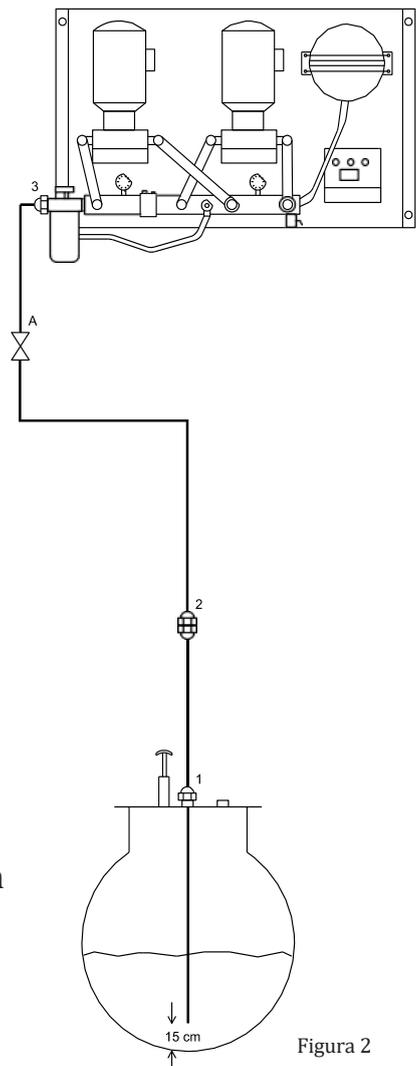

Figura 2
2. Se recomienda colocar los racores 1-2-3 incluidos en los modelos GP-70, 130, 300 y 500 según figura 2 e intercalar una llave de corte en la aspiración "A".
- La instalación dentro del depósito, se realizará bien mediante aspiración flotante, o bien mediante un tubo dejando un margen de 15 cm del fondo según figura 2.